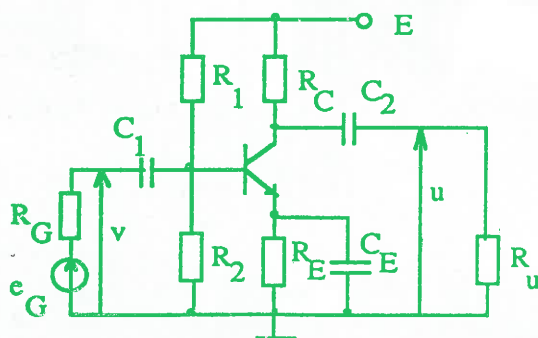

Fig.1
A. Conception d'un étage EC à résistance d'émetteur découplée (fig.1).
B. Conception d'un étage EC à résistance d'émetteur non-découplée (fig.1 sans C_E et même cahier des charges).